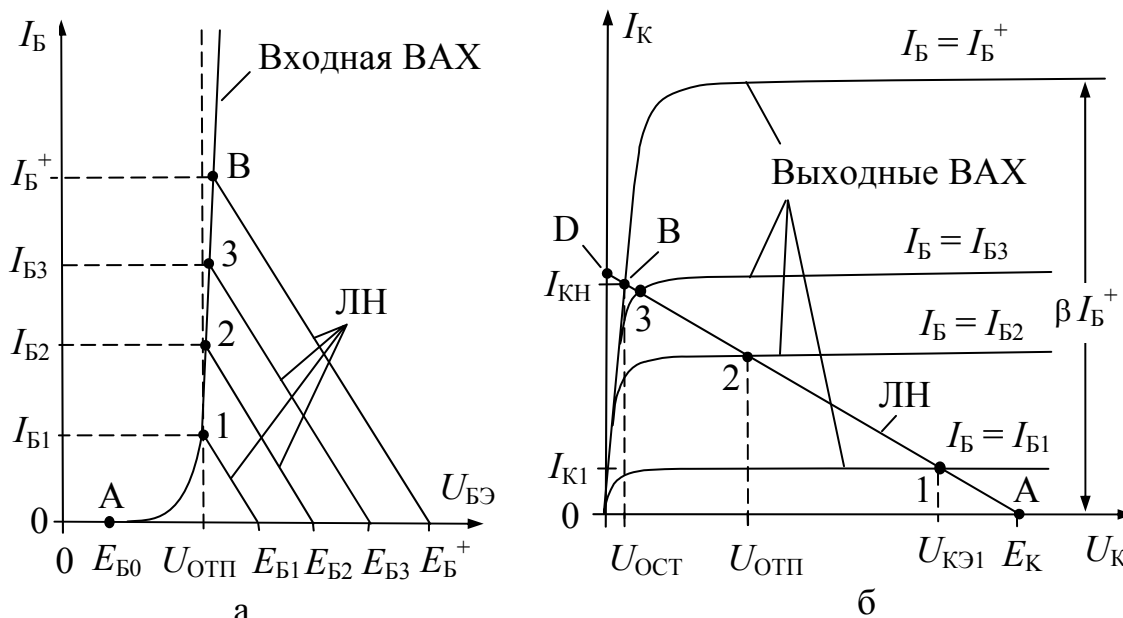

Рис. 3. Положение рабочих точек ключевой схемы на статических ВАХ БТ
Линия нагрузки (1) может быть построена *по двум* точкам, которые находят из рассмотрения двух крайних случаев – при $I_K = 0$ (при бесконечно большом сопротивлении между коллектором и эмиттером) и при $U_{KЭ} = 0$ (при бесконечно малом сопротивлении между коллектором и эмиттером). Из (1) при $I_K = 0$ получаем $U_{KЭ} = E_K$, что соответствует точке А на рис. 3б с координатами $(I_K, U_{KЭ}) = (0, E_K)$. Аналогично при $U_{KЭ} = 0$ имеем $I_K = E_K/R_K$, что соответствует точке D на рис. 3б с координатами $(I_K, U_{KЭ}) = (E_K/R_K, 0)$. Прямая, проходящая через точки А и D на рис. 3б, является линией нагрузки (ЛН) для управляемой коллекторной цепи ТК.
Значения тока I_K и напряжения $U_{KЭ}$ при заданных значениях E_K и R_K являются координатами точки пересечения ЛН (1) и выходной ВАХ транзистора, задающей зависимости $I_K = f(U_{KЭ})$ при $I_B = \text{const}$ (рис. 3б). Эта точка называется *рабочей точкой управляемой коллекторной цепи* ТК.
Линию нагрузки (2) можно построить по двум точкам в системе координат $(I_B, U_{БЭ})$, которые находят при $I_B = 0$ или $U_{БЭ} = 0$ (рис. 3а). Значения тока I_B и напряжения $U_{БЭ}$ при заданных значениях E_B и R_B являются координатами точки пересечения ЛН (2) и входных ВАХ транзистора, задающих зависимости $I_B = f(U_{БЭ})$ при $I_K = \text{const}$ (рис. 3а). Эти точки являются **рабочими точками** для управляющей базовой цепи ТК.
3.2. Статические режимы ТК. Транзистор можно считать практически закрытым при условии $U_{БЭ} < U_{ОТП}$, где $U_{ОТП}$ – напряжение отпирания эмиттерного перехода (рис. 3а). Чтобы кремниевый БТ работал в микрорежиме (при токе 1...10 мкА через p – n -переход), прямое напряжение $U_{БЭ}$ на переходе база–эмиттер должно составлять ≈ 0.5 В. Для получения нормального токового режима (с током 0.1...1 мА через p – n -переход), прямое напряжение $U_{БЭ}$ должно быть ≈ 0.7 В. Поэтому кремниевый БТ n – p – n -типа практически закрыт при $U_{БЭ} \leq 0.5...0.6$ В, а напряжение отпирания $U_{ОТП}$ можно полагать равным 0.7 В.
Из выражения (1) следует, что при $I_K = I_{K0} = 0$ напряжение $U_{KЭ}$ на выходе ТК равно $U_{KЭ} = E_K$. Такой режим БТ называют **режимом отсечки**. Режиму отсечки соответствуют рабочие точки А на рис. 3а и рис. 3б.
Нормальный активный режим. Пусть теперь управляющее напряжение E_B увеличилось до значения $E_B = E_{B1} > E_{B0}$, при котором напряжение на эмиттерном переходе $U_{BЭ} \approx U_{\text{отп}}$. Это означает, что эмиттерный переход транзистора открывается, а в цепи базы протекает некоторый небольшой управляющий ток I_B . Значение $I_B = I_{B1}$ этого тока можно определить из рис. 3а по координате I_B точки 1 пересечения соответствующей линии нагрузки (ЛН) со входной ВАХ при $U_{BЭ} \approx U_{\text{отп}}$. При этом в выходной цепи протекает коллекторный ток $I_K = I_{K1}$, пропорциональный управляющему току I_{B1} и равный $I_{K1} = \beta I_{B1}$, где β – статический коэффициент передачи тока базы. Вследствие этого напряжение на коллекторе $U_{KЭ}$ уменьшится и будет равно $U_{KЭ} = U_{KЭ1} < E_K$ (точка 1 на рис. 3б).
Отметим, что ток базы I_B здесь управляет коллекторным током I_K . Это значит, что схема ключа из режима отсечки перешла в **нормальный активный режим**. Этому режиму соответствуют рабочие точки 1 на рис. 3.
При дальнейшем увеличении напряжения E_B базовый ток I_B экспоненциально возрастает с увеличением напряжения $U_{BЭ}$ (см. рис. 3а). При этом значительное увеличение тока I_B сопровождается почти неизменным напряжением $U_{BЭ} \approx U_{\text{отп}}$ на эмиттерном переходе БТ (см. рис. 3а). При этом с ростом I_B коллекторный ток I_K продолжает расти, что приводит к увеличению падения напряжения $U_{RK} = I_K R_K$ на сопротивлении R_K . Это приводит, согласно (1), к уменьшению напряжения $U_{KЭ} = E_K - U_{RK}$ на коллекторе БТ.
Режим насыщения. Пусть при некотором управляющем напряжении $E_B = E_{B2} > E_{B1}$ и соответствующем базовом токе $I_B = I_{B2} > I_{B1}$ напряжение $U_{KЭ}$ на коллекторе снижается до напряжения $U_{\text{отп}}$ открывания p – n -перехода. При этом напряжение U_{KB} на между коллектором и базой БТ будет равно $U_{KB} = U_{KЭ} - U_{BЭ} \approx U_{\text{отп}} - U_{\text{отп}} = 0$, т.е. обращается в 0. Этому соответствуют рабочие точки 2 на рис. 3.